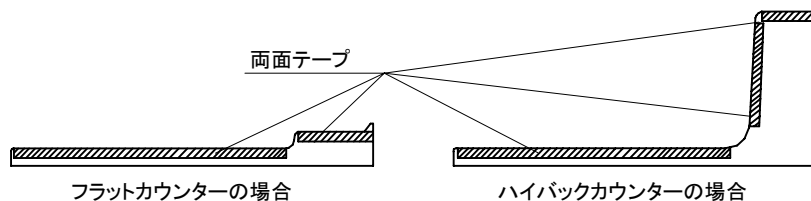

図12-11
①天板見切り部材を、見切りに付属の両面テープで、カウンターの側面に貼付けてください。(図12-11)